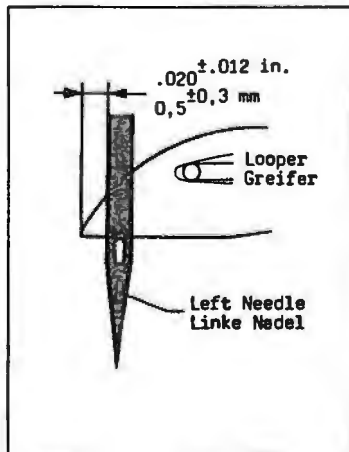

Fig. 22
The height of needle bar is correct, when the looper point at its travel from right to left is 0.5 mm (.020 in.) left of the left needle (see Fig. 22) and the top of the needle eye is flush with the underside of the looper. For adjustment loosen screw (A, Fig. 19)* and move needle bar up or down as required. Retighten screw (A). Care should be taken not to disturb the alignment of the needle bar when making this adjustment.
Die Nadelstangenhöhe ist richtig eingestellt, wenn die Greiferspitze bei ihrem Weg von rechts nach links 0,5 mm links der linken Nadel steht (siehe Fig. 22), und Oberkante Nadelöhr und Unterkante Greifer in gleicher Höhe stehen. Lösen Sie für diese Einstellung die Schraube (A, Fig. 19)* und schieben Sie die Nadelstange nach Bedarf nach oben oder unten. Ziehen Sie die Schraube (A) wieder an. Beachten Sie, daß bei dieser Einstellung die Nadelstange nicht verdreht wird.